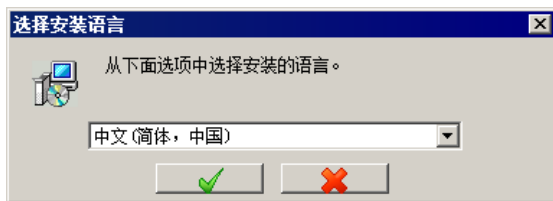

图 2.4.1 “选择安装语言”对话框
Step1. Mastercam 软件一般有一张安装光盘，将安装光盘中的文件复制到电脑中，然后双击  程序，此时系统会弹出图 2.4.1 所示的“选择安装语言”对话框，接受系统默认的 **中文(简体, 中国)** 选项，单击  按钮。